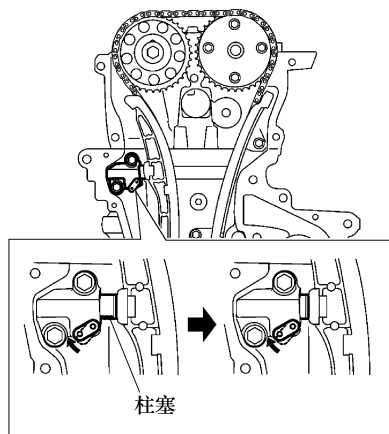

图 1-215 解锁张紧器柱塞
① 将链条张紧器柱塞解锁，然后将其推到端部，如图 1-215 所示。
② 柱塞推至端部后，拉下锁止板，锁住柱塞。
③ 将直径为 3mm(0.12in) 的钢条插入锁止板的孔中，锁住柱塞。
④ 拆下 2 个螺栓，拆下 1 号链条张紧器总成。